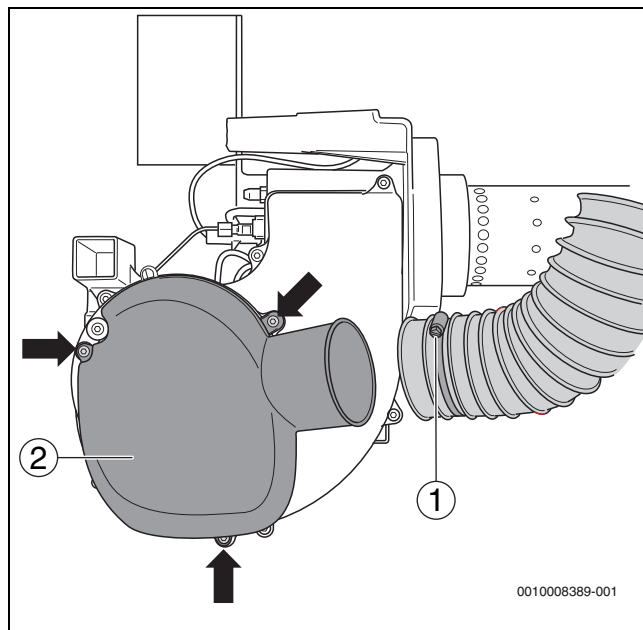
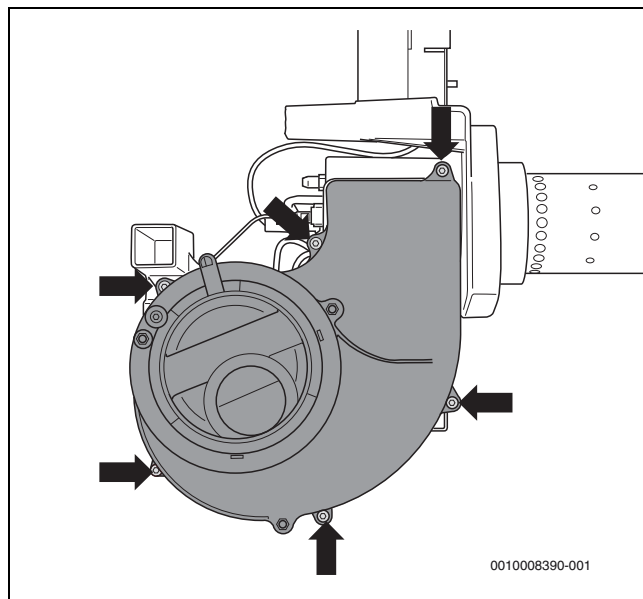

Рис. 31 Демонтируйте шумоглушитель на воздухозаборе (представлено: 18–49 кВт)
Рис. 32 Демонтаж кожуха вентилятора
- ▶ Ослабьте специальный хомут (→рис. 31, [1]) подачи в помещение воздуха для режима без отбора воздуха для горения из помещения (только при 18–49 кВт).
- ▶ Отверните крепёжные винты (→рис. 31, [стрелки]) и снимите шумоглушитель на воздухозаборе (→рис. 31, [2]).
- ▶ Отверните шесть крепёжных винтов (→рис. 32, указаны стрелками) и снимите кожух вентилятора.
- ▶ Закрепите кожух крыльчатки вентилятора (→ рис. 32, стр. 23) и шумоглушитель на воздухозаборе (→ рис. 31, стр. 23).
- ▶ Ослабьте специальный хомут (→ рис. 31, [1], стр. 23) и снимите всасывающий шланг (только для 18–49 кВт).